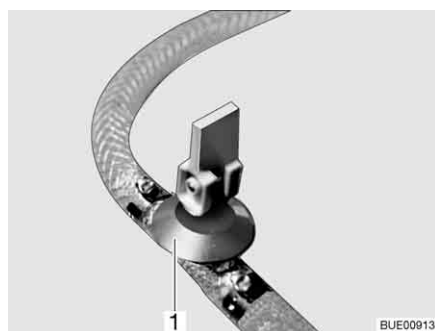
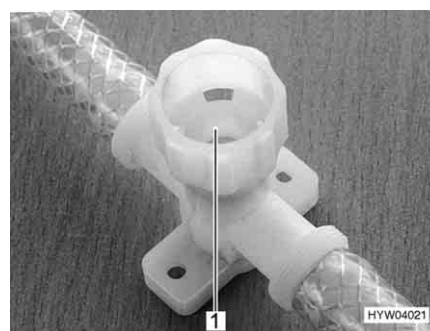

Fig. 203 Robinet de vidange (avec levier à bascule)
Fig. 204 Robinet de vidange (avec capuchon tournant)
- Ouvrir tous les robinets de vidange. Placer pour ce faire le levier à bascule (Fig. 203,1) à la verticale ou faire tourner le capuchon du robinet de vidange (Fig. 204,1) dans le sens inverse des aiguilles d'une montre.